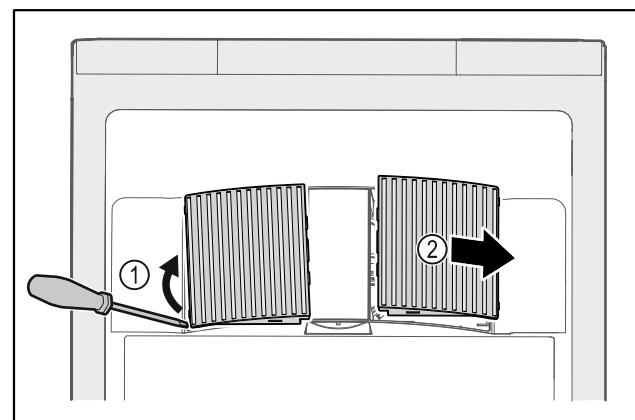

Fig. 34
- Pokrov ventilatorja previdno dvignite s strani Fig. 34 (1) in ga odstranite v smeri naprej Fig. 34 (2).